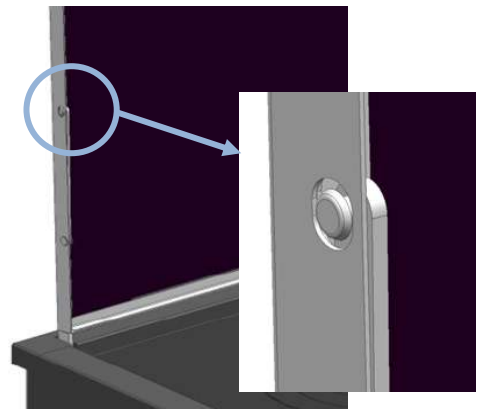
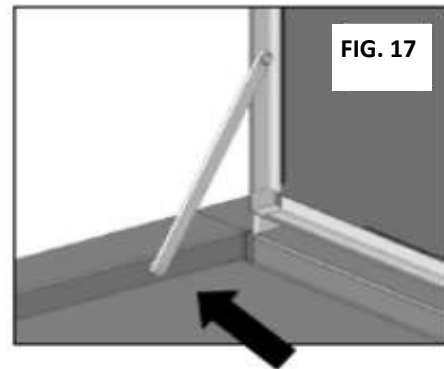

FIG. 16
FIG. 17
- Tire a contenção, que está situada à sua esquerda, do orifício do quadro da vitrocerâmica (FIG. 16), baixe-a e introduza-a no orifício do quadro de bancada esmaltado (FIG. 17).